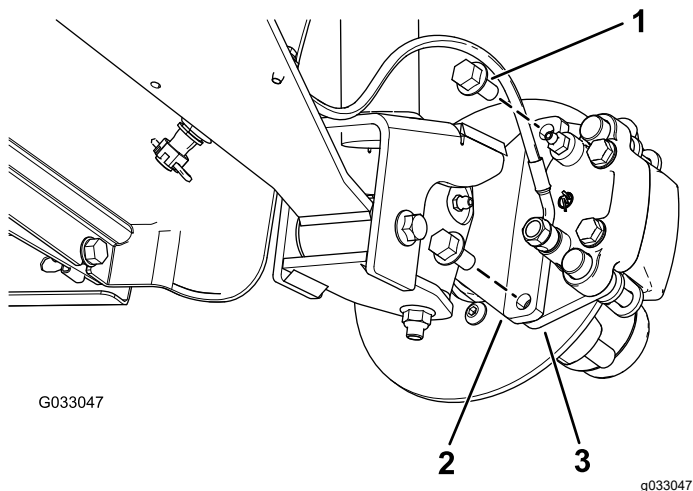
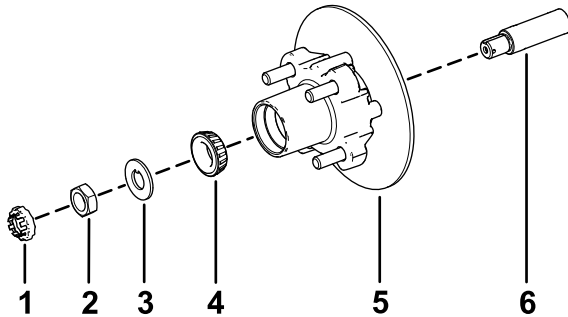

Figure 32
Figure 36
3. Retirez les boulons à embase ( $\frac{3}{8}$ " x  $\frac{3}{4}$ ") qui fixent le support du frein à la fusée et séparez le frein de la fusée (Figure 32).
1. Appliquez une fine couche de la graisse spécifiée sur la fusée (Figure 36).
2. Montez le moyeu et le rotor sur la fusée en plaçant le rotor à l'intérieur (Figure 36).
3. Montez le roulement extérieur sur la fusée et poussez le roulement contre la bague (Figure 36).
4. Montez la rondelle-frein à languette sur la fusée (Figure 36).
5. Vissez l'écrou de fusée sur la fusée et serrez l'écrou à 15 N·m tout en tournant le moyeu pour bien asseoir le roulement (Figure 36).
2. Alignez les plaquettes de frein de chaque côté du rotor (Figure 32) et alignez également les trous dans le support d'étrier et ceux de la fixation du frein sur le porte-fusée (Figure 36).
3. Fixez le support d'étrier au porte-fusée (Figure 32) à l'aide de 2 boulons à embase ( $\frac{3}{8}$ " x  $\frac{3}{4}$ ").